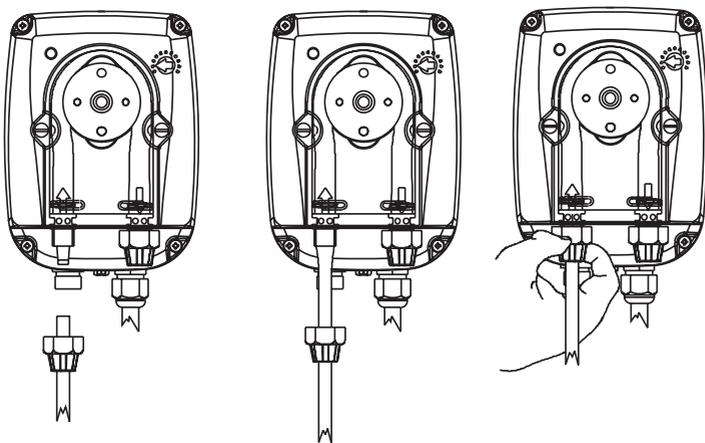

Fig. 6
d.- Inserire fino in fondo i tubetti sui relativi attacchi conici e bloccarli con le apposite ghiera di fissaggio (Fig. 6).